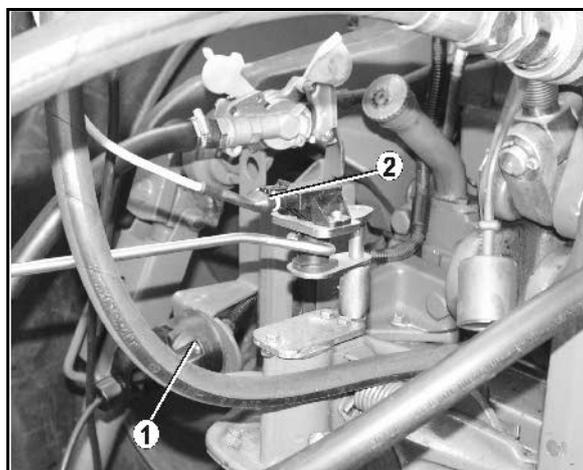

Рис. 46
- кабель питания для системы освещения подсоедините при помощи штекера к 12 в разъеме трактора (Рис. 46/1) и проверьте работу освещения.
- Подсоедините соединительный кабель (Рис. 46/2) для дышла Trail-Tron.